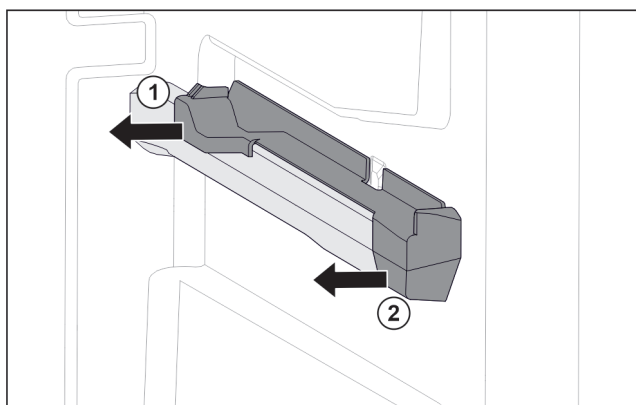

Fig. 153 右侧容器肋梁上的插装件
- ▶ 将插装件后部拉到一侧。 Fig. 153 (1)
- ▶ 将插装件前部拉到一侧。 Fig. 153 (2)